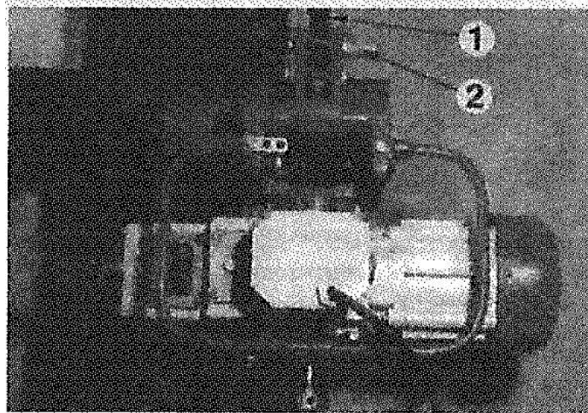

Рис. 3. Станок СТР 2
9. Как устанавливают станок в нужную позицию для сверления отверстия (рис.3)